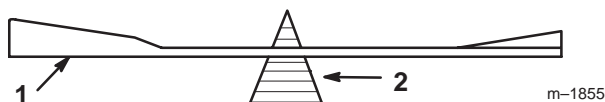

Figure 30
2. Vérifiez l'équilibre de la lame en la plaçant sur un équilibreur (Fig. 30). Si la lame reste horizontale, elle est équilibrée et peut être utilisée. Si la lame est